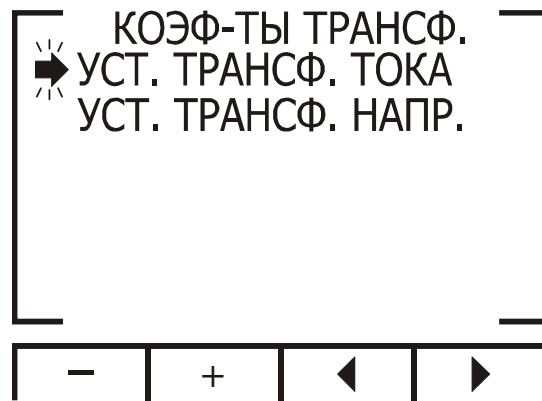

Рис. 11
5. Нажмите «Enter». На дисплее отобразится экран задания коэффициентов трансформации (рис. 11):